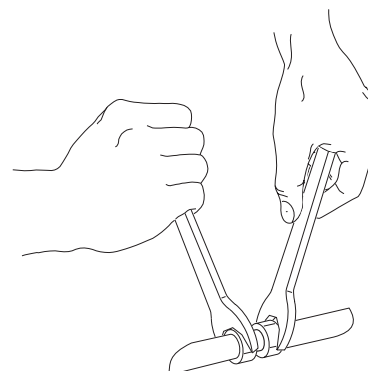

Fig. 10
- Utiliser toujours les deux clés ensemble (comme indiqué sur la fig.10) chaque fois que l'on attache et/ou détache les tuyaux de l'unité interne.